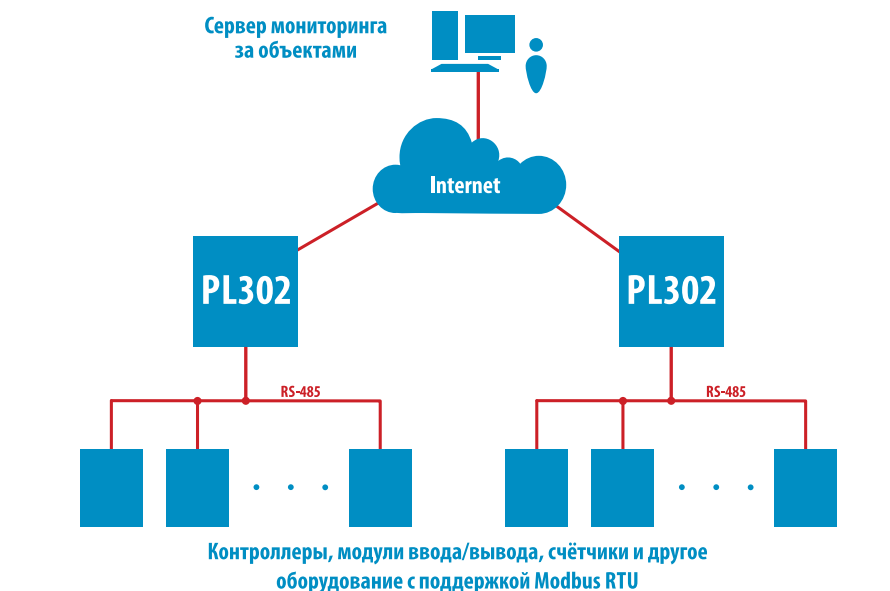

Рис. 4. Схема работы в режиме подключения к внешнему серверу
- подключение в качестве клиента к внешнему серверу мониторинга, с которого выполняется контроль и управление объектом с помощью специализированного ПО (рис. 4).